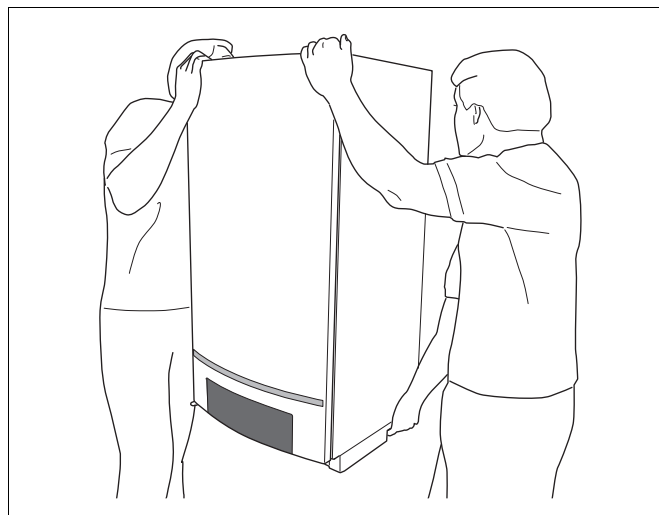

Рис. 2 Правильный подъем и перенос отопительного котла
Отопительный котел для подъема и переноса может быть взят одной рукой сзади за нижнюю сторону, а другой - сверху за переднюю стенку (рис. 2).
- Приподнять отопительный котел силами двух сотрудников за заднюю стенку и транспортную направляющую на нижней стороне и повесить на настенный кронштейн (рис. 2, стр. 12).